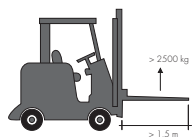

fig 1.
- Gebruik een goede vorkheftruck met een laadvermogen van ten minste 2500 kg en vorken met een minimale lengte van 1,5 meter. (fig 1.)